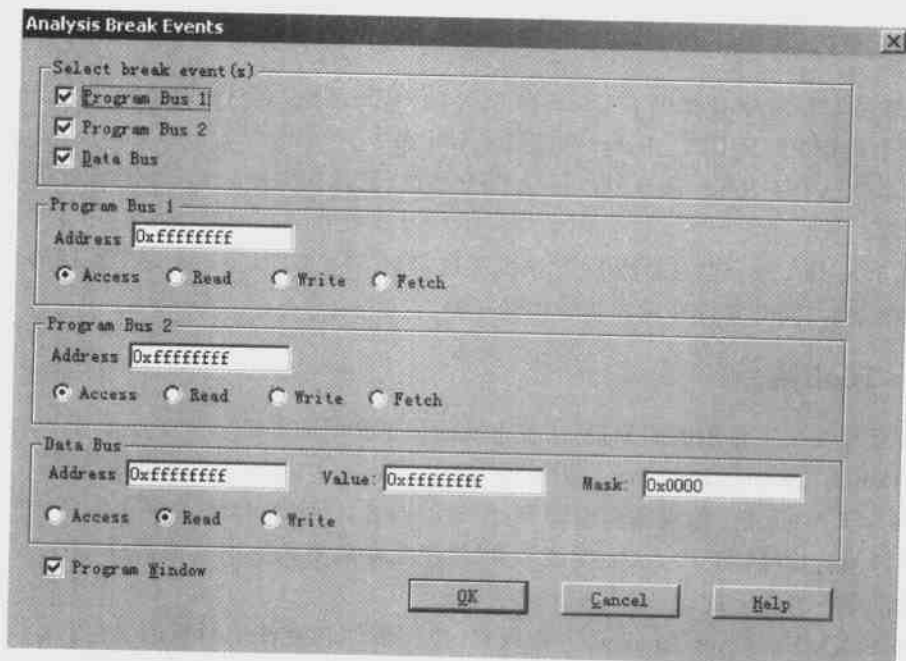

图 3.27 事件或硬件中断点的设置
(1) Data Converter Support 能快速配置与 DSP 芯片相连接的数据转换器。
(2) C54X McBSP 能观察和编辑 McBSP 的内容。C54X DSP 有多个高速、全双工的多信道缓冲器串行口(McBSP),从而使该 DSP 芯片能直接与系统中其他器件相连。McBSP 是建立在标准串行口之上的。
(3) C54XX Emulator Analysis 能设置、监视事件和硬件中断点的发生。C54X 芯片有一个片内分析模块,使用该模块,可以计算特定的硬件功能发生的次数或设置相应的硬件断点。单击该命令,将弹出如图 3.26 所示的观察窗口。在窗口中右击,可以设置监视的事件或硬件中断点,如图 3.27 所示。